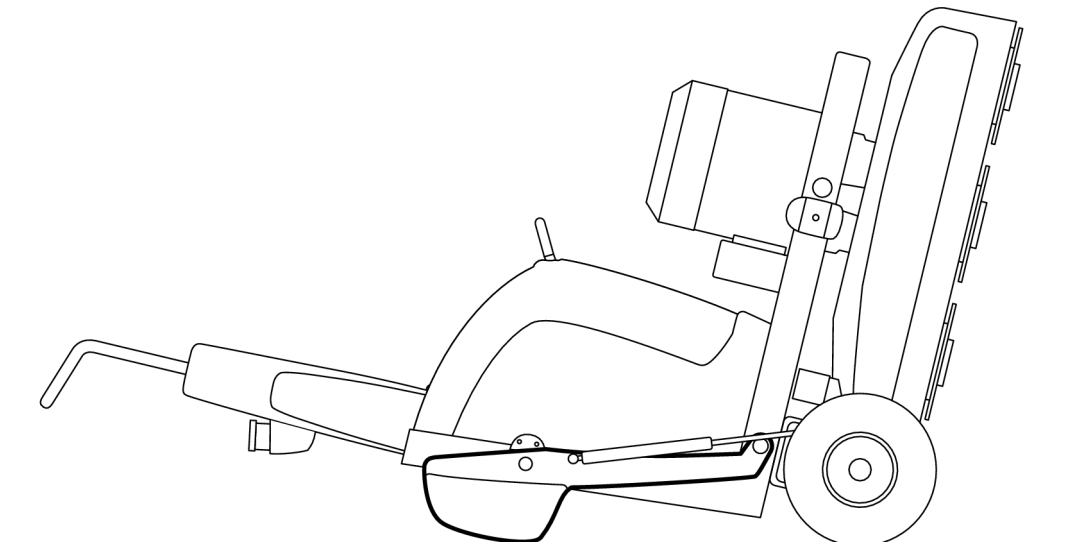

Figura 4-12. Máquina pousada do piso.
5. Levante a máquina o suficiente para poder bloquear os pesos dobrados para cima. Baixe novamente a máquina pousando-a no piso, ver Figura 4-12, página 24.